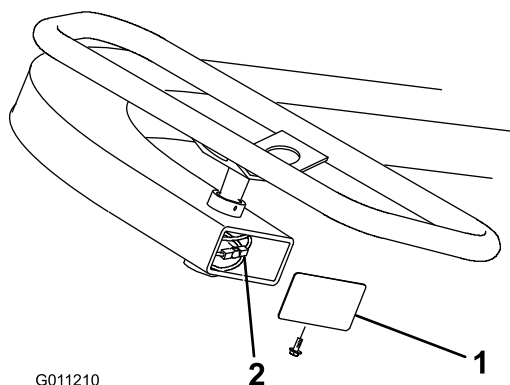

Figura 49
2. Se il dado ha raggiunto la fine della filettatura, sostituite i cavi. Se necessario, eseguite la manutenzione della puleggia e del cavo dello sterzo sotto il volante staccando il coperchietto all'estremità del piantone (Figura 49).